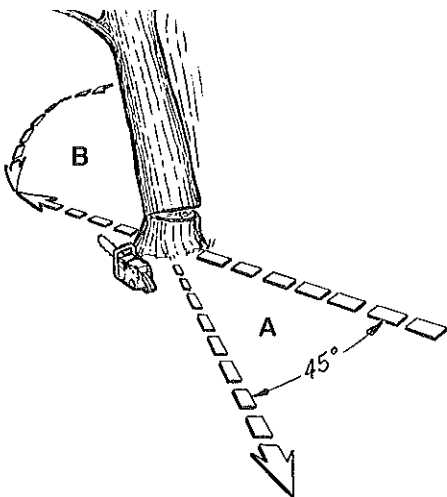

Fig. 12
**ADVERTENCIA:** Debe planearse una ruta de escape (A) antes de iniciar el corte. La ruta de escape debe establecerse hacia atrás y diagonalmente a la línea de caída esperada, como ilustra la Fig. 12.
**ADVERTENCIA:** Cuando el corte se aproxime a la bisagra, el árbol comenzará a caerse. En ese momento debe retirar la sierra del corte, parar el motor, dejar la sierra en el suelo, y abandonar la zona siguiendo la ruta de escape (Fig. 12).